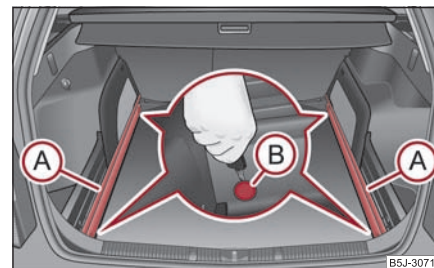

Fig. 84 Portbagajul: desprinderea punctelor de asigurare
- Slăbiți punctele de asigurare (B) ale șinelor, cu cheia, resp. cu o șurubelniță plată ⇒ fig. 84.